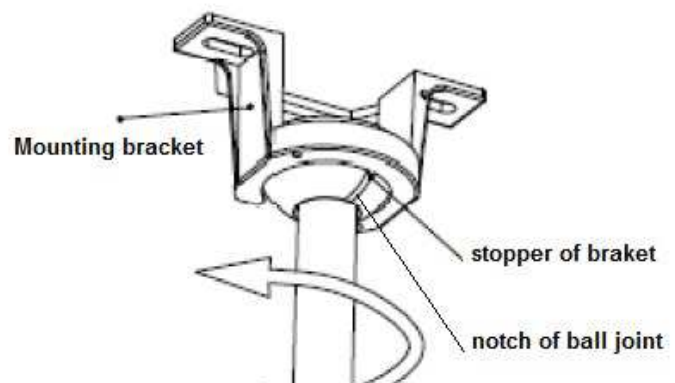

Abb. 5
- Setzen Sie die vormontierte Haltestange an die Halterung an. Abb. 5